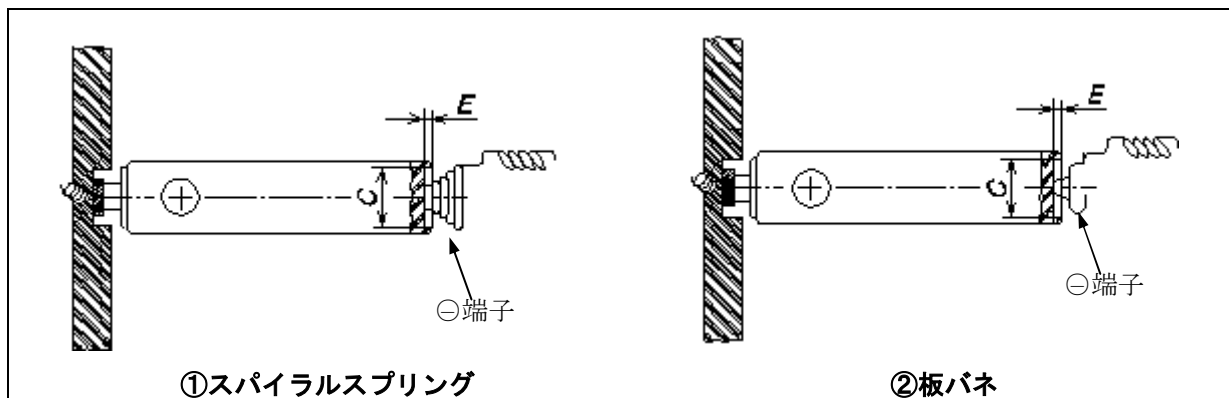

図 10 機器⊖端子の形状例
(図 10-①、表 6 参照)
② 機器⊖端子に板バネを使用する場合
(図 10-②、表 6 参照)